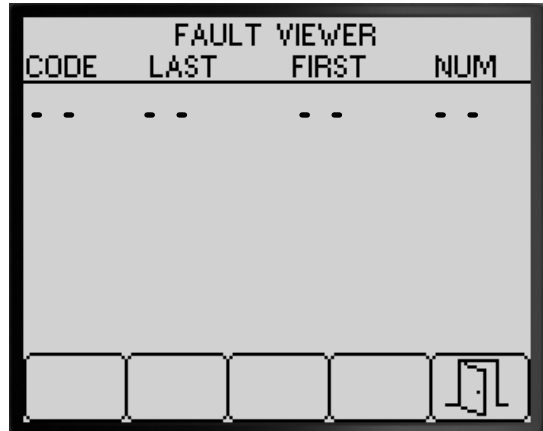

Figura 87
- Verificai din nou vizualizatorul de defecțiuni pentru defecțiunile generate de sistemul pulverizatorului (Figura 87).
- Apăsai butonul 5 pentru a părăsi ecranul FAULT VIEWER (vizualizator defecțiuni) și pentru a reveni la ecranul DIAGNOSTIC (Diagnostică) (Figura 87).
4. Apăsai butonul 5 pentru a părăsi ecranul ABOUT (Despre) și pentru a reveni la ecranul DIAGNOSTIC (Diagnoză) (Figura 87).